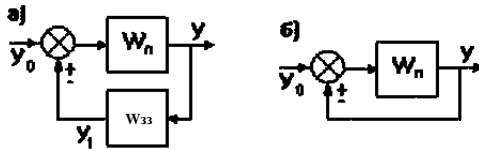

Рис. 23. Перетворення при паралельно-зустрічному з'єднанні
3. *Паралельно-зустрічне з'єднання* (рис. 23, а) – ланка, охоплена позитивним або негативним зворотним зв'язком. Ділянка ланцюга, по якому сигнал іде в протилежному напрямі по відношенню до системи в цілому (тобто з виходу на вхід) називається *ланцюгом зворотного зв'язку* з передавальною функцією $W_{зз}$. При цьому для негативного ЗЗ:
Якщо $W_{зз} = 1$, то зворотний зв'язок називається одиничним (рис. 23, б), тоді $W_{екв} = W_n / (1 \pm W_n)$.